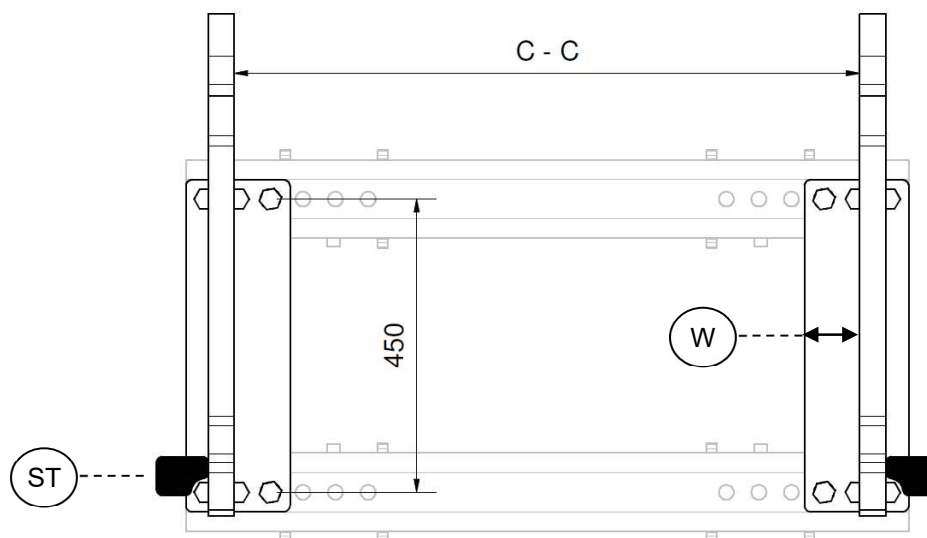

Bild.9
Det är viktigt att behålla mått C-C (se Bild.9) vid montering av redskapsfästen. Placering av stopplack (ST) är också viktig del av montering.